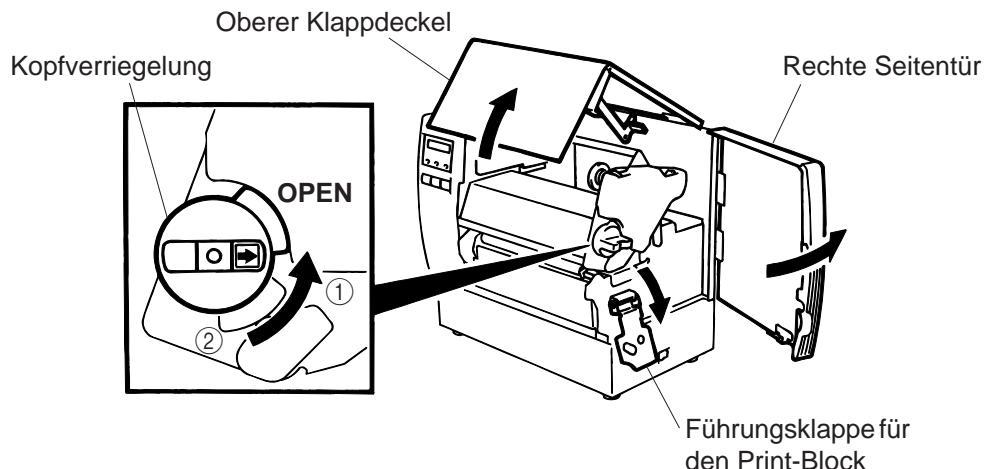

Abb. 7-1
9. Stellen Sie die Kopfverrieglung anhängig vom zu bedruckendem Material auf die entsprechende Position ein. (Siehe Abb. 7-1)
- ①: Etiketten oder dünnes Kartonmaterial
- ②: dickes Kartonmaterial
**ACHTUNG:** Wenn Sie Etiketten bedrucken stellen Sie sicher das die Kopfverrieglung auf Position ① steht.